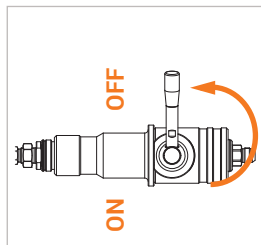

Abbildung 5
- ▶ Drehen Sie den Betätigungshebel (Pos. 3) der Füllkupplung um 180° in die OFF-Position (*Abbildung 5*).